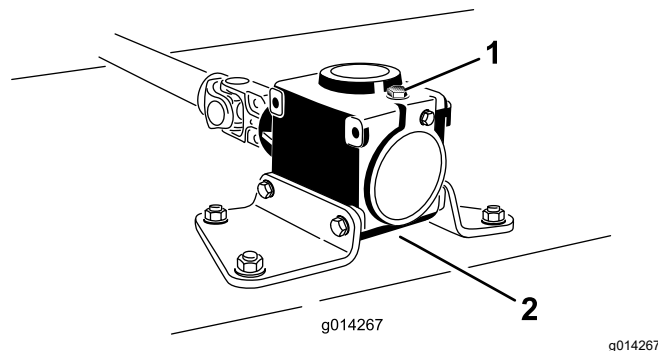

Figure 20
6. Retirez le bouchon de remplissage-jauge au sommet du boîtier d'engrenages (Figure 20) et vérifiez que le niveau de lubrifiant se situe entre les repères sur la jauge.
6. Retirez la jauge-bouchon de remplissage au sommet du boîtier d'engrenages (Figure 20).